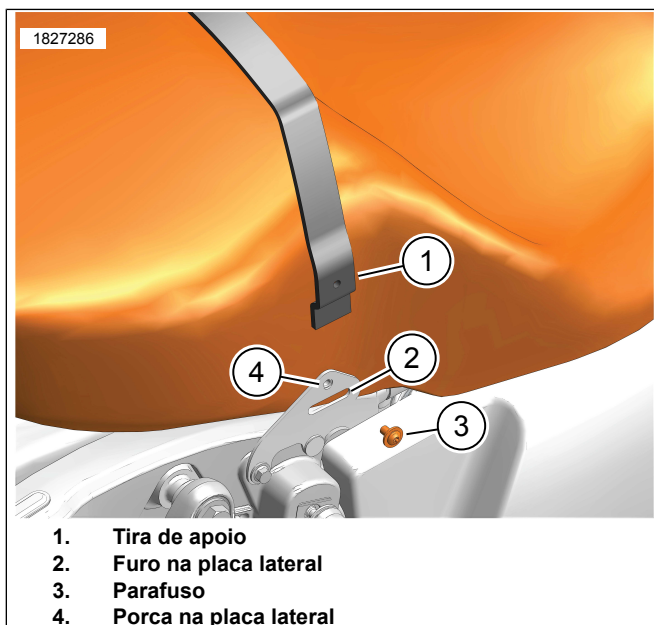

Figura 4. Instalação da alça de apoio do assento
2. **Kits 52000638, 52000640:** Veja a figura 4. Instale **nova** alça de segurança.
- a. Insira a alça (1) no furo da placa lateral (2).
- b. Alinhe o furo na alça com a porca da placa lateral (4).
- c. Instale o parafuso (3). Aperte.